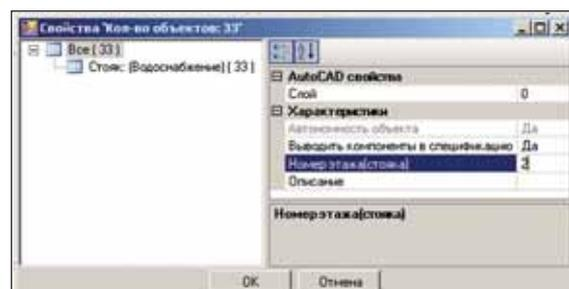

Рис. 5
Если объекты Project StudioCS Водоснабжение необходимо перенести в различные файлы строительных планировок, то можно воспользоваться стандартным буфером объекта AutoCAD. Выберите элементы систем водопровода и канализации, которые нужно перенести в другой файл DWG, и выполните команду Правка → Копировать с базовой точкой. За базовую точку лучше всего принять пересечение осей, поскольку, как правило, расположение санитарных узлов на разных этажах совпадает. Откройте планировку, на которую вы хотите вставить элементы, и выполните команду Правка → Вставить. На запрос Точка вставки укажите пересечение тех осей, которое вы выбрали перед этим. Все свойства объектов Project StudioCS Водоснабжение при этом сохраняются. Очень важно не забыть дать новые номера стоякам систем водопровода и канализации. Выберите стояк (можно сразу несколько), нажмите правую кнопку мыши и выберите действие Свойства (BK). В строке Номер этажа (стояка) появившейся экранной формы (рис. 5) задайте номер этажа, находящегося на этой планировке.